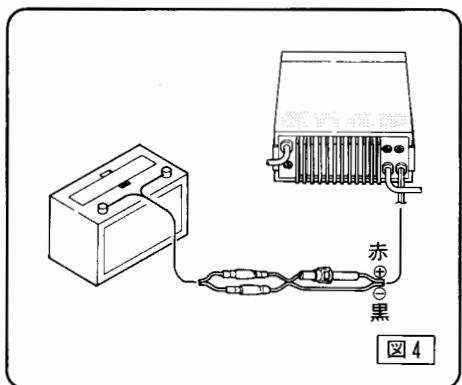

図4
① C6000、C6000Sへの電源供給は、自動車のバッテリーより行います。
② 自動車のバッテリーとC6000、C6000Sとの接続は、C6000、C6000Sに付属されている2.0mの電源コードを使用し、図4のように行ってください。